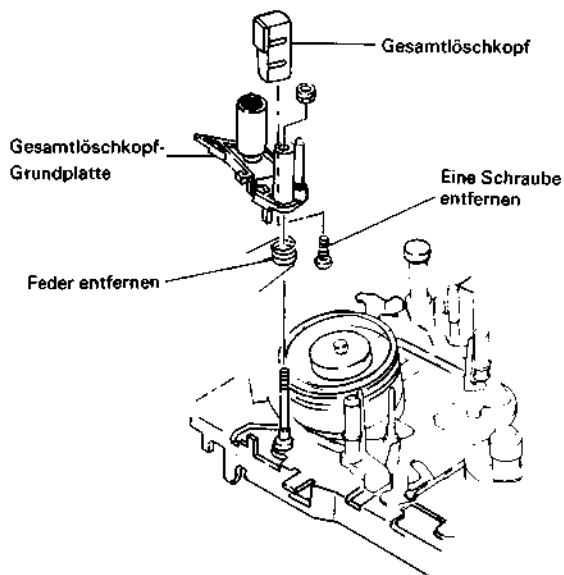

Abb. 2.54 Ausbau des Gesamtlöschkopfes (FE)
3. Die Feder zwischen der Gesamtlöschkopf-Grundplatte und dem Chassis entfernen (siehe Abb. 2.54).
5. Eine (1) Befestigungsschraube des Gesamtlöschkopfes lösen.